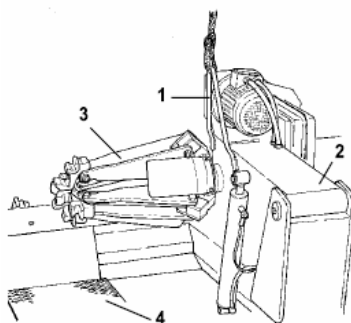

Рисунок 33
(на станде для транспортировки установлена вилка 1, (рис.33)).
- 1) Опустите вниз до конца кронштейн самоцентрирующейся цанги 2, (рис. 33).
- 2) Полностью сложите кронштейны цанги 3. (рис.33)
- 3) Каретку 4, (рис.33) до упора подвести к кронштейну.